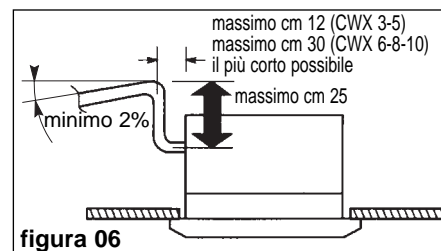

figura 06
- Se necessario, è possibile far risalire la canalizzazione della condensa subito dopo l'uscita dell'unità. Altezza massima : cm. 25 (figura 06).
- Accertarsi che la canalizzazione d'evacuazione sia in leggera pendenza nel senso dello scarico e che non formi un sifone (figura 06).